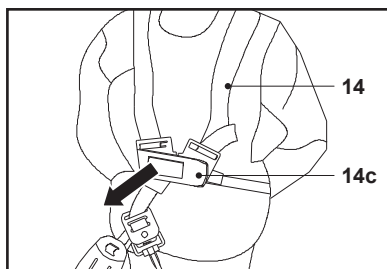

Rys. 14
7. Upewnić się, że głowica tnąca jest ustawiona równoległe do ciętej powierzchni (rys. 14).